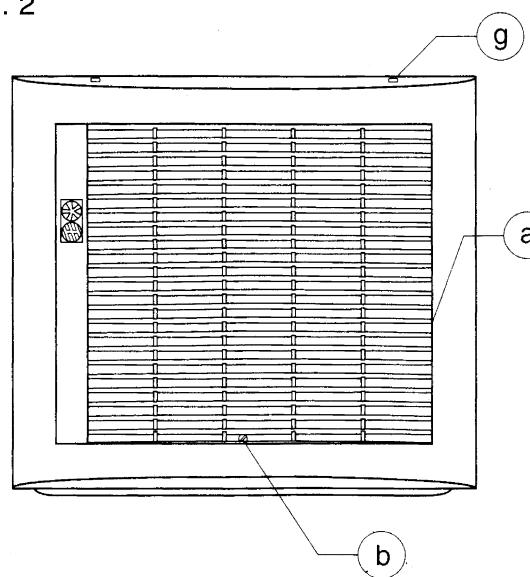

Fig. 3
- Fig.3- Retirer le volet (c) après avoir dévisser les 4 écrous plastiques (d)
- Fig.3- Replacer les volets (c) et les fixer avec les quatre écrous plastiques (d).